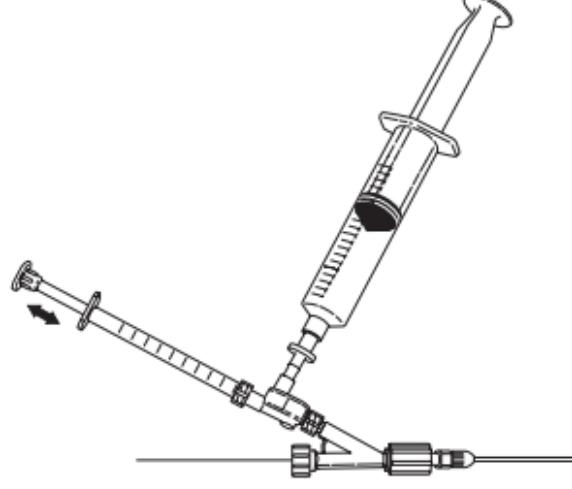

Abb. 8
- Um die Lösung zu infundieren, die gewünschte Dosis auf die 1-mL-Spritze ziehen und injizieren. Die 1-mL-Spritze erneut füllen und den Infusionsvorgang wie erforderlich wiederholen. (**Abb. 8**)